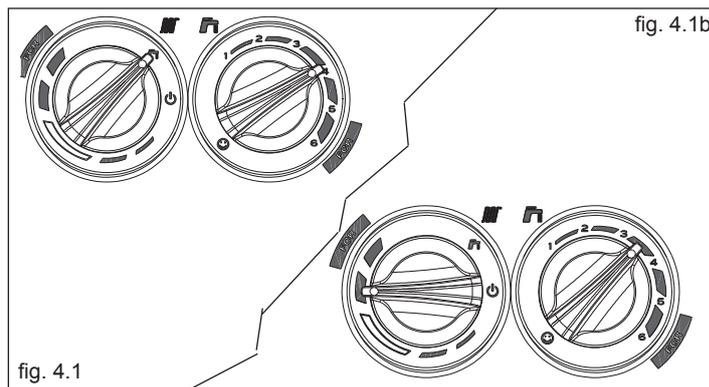
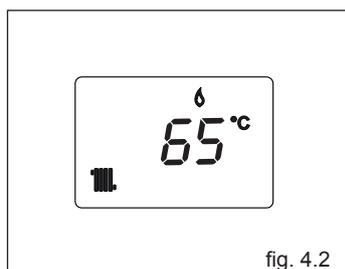
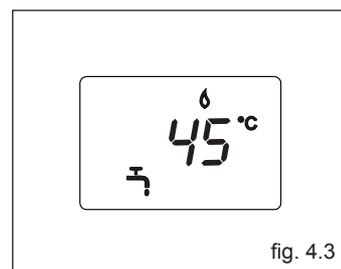

fig. 4.1
fig. 4.2
fig. 4.3
**Inverno:** ruotando il selettore di funzione  all'interno dell'area divisa in segmenti (fig. 4.1b) la caldaia fornisce acqua calda sanitaria e riscaldamento. In caso di richiesta di calore, la caldaia si accende, il visualizzatore digitale indica la temperatura dell'acqua di riscaldamento, l'icona di funzionamento in riscaldamento e l'icona fiamma (fig. 4.2). In caso di richiesta di acqua calda sanitaria, il visualizzatore (2) indica la temperatura dell'acqua sanitaria, l'icona di funzionamento in sanitario e l'icona fiamma (fig. 4.3).
**Estate:** ruotando il selettore sul simbolo estate  (fig. 4.1) si attiva la funzione tradizionale di solo acqua calda sanitaria. In caso di richiesta di acqua calda sanitaria, il visualizzatore indica la temperatura dell'acqua sanitaria, l'icona di funzionamento in sanitario e l'icona fiamma (fig. 4.3).